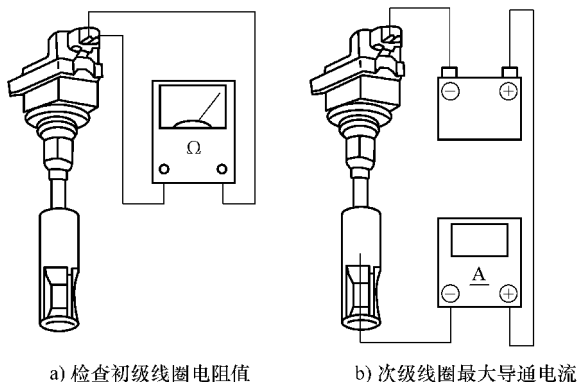

图 4-11 测量点火线圈
(1) 测量点火线圈 如图 4-11 所示，以独立点火系统的点火线圈为例，初级线圈电阻值均为 $0.61 \sim 0.73\Omega$ ，次级线圈最大导通电流为 $0.3 \sim 1.4\text{mA}$ 。
(2) 检测点火系统 ECU 的故障